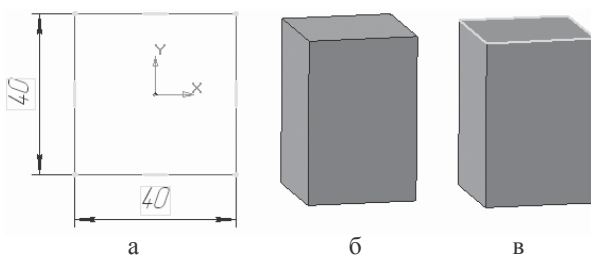

Рис. 1
- укажите начало координат и постройте квадрат со стороной 40 мм (рис. 1 а);